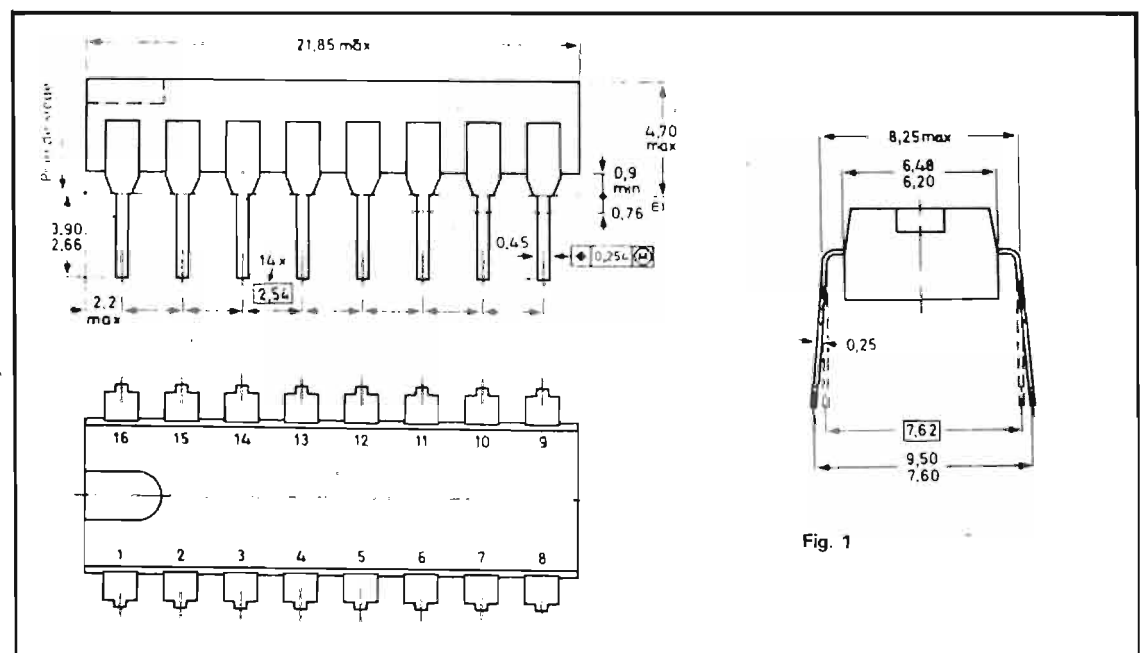

Fig. 1
la puissance et l'équilibrage de canaux stéréo des ensembles basse fréquence. Le brochage est donné à la figure 1.
2) Les points de branchement du boîtier, numérotés de 1 à 16, selon le brochage de la figure 1 ;